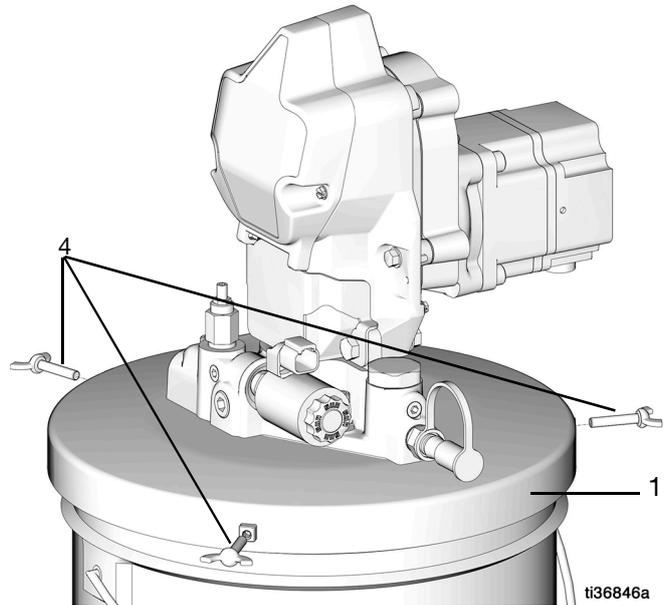

FIG. 10
10. Ponga los cuatro tornillos de mariposa (4) en la cubierta (1) y apriételes bien (FIG. 10).